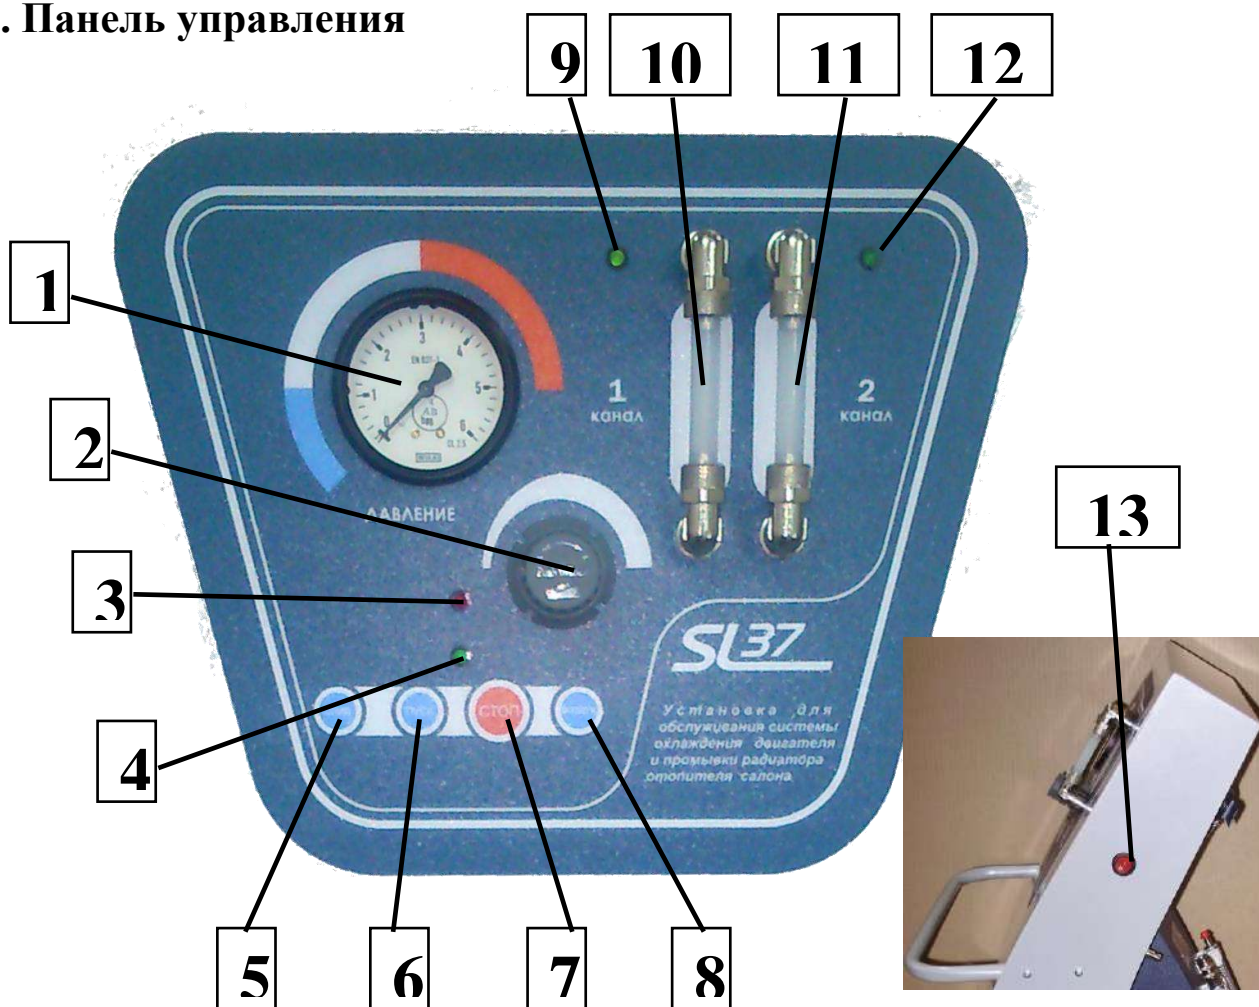
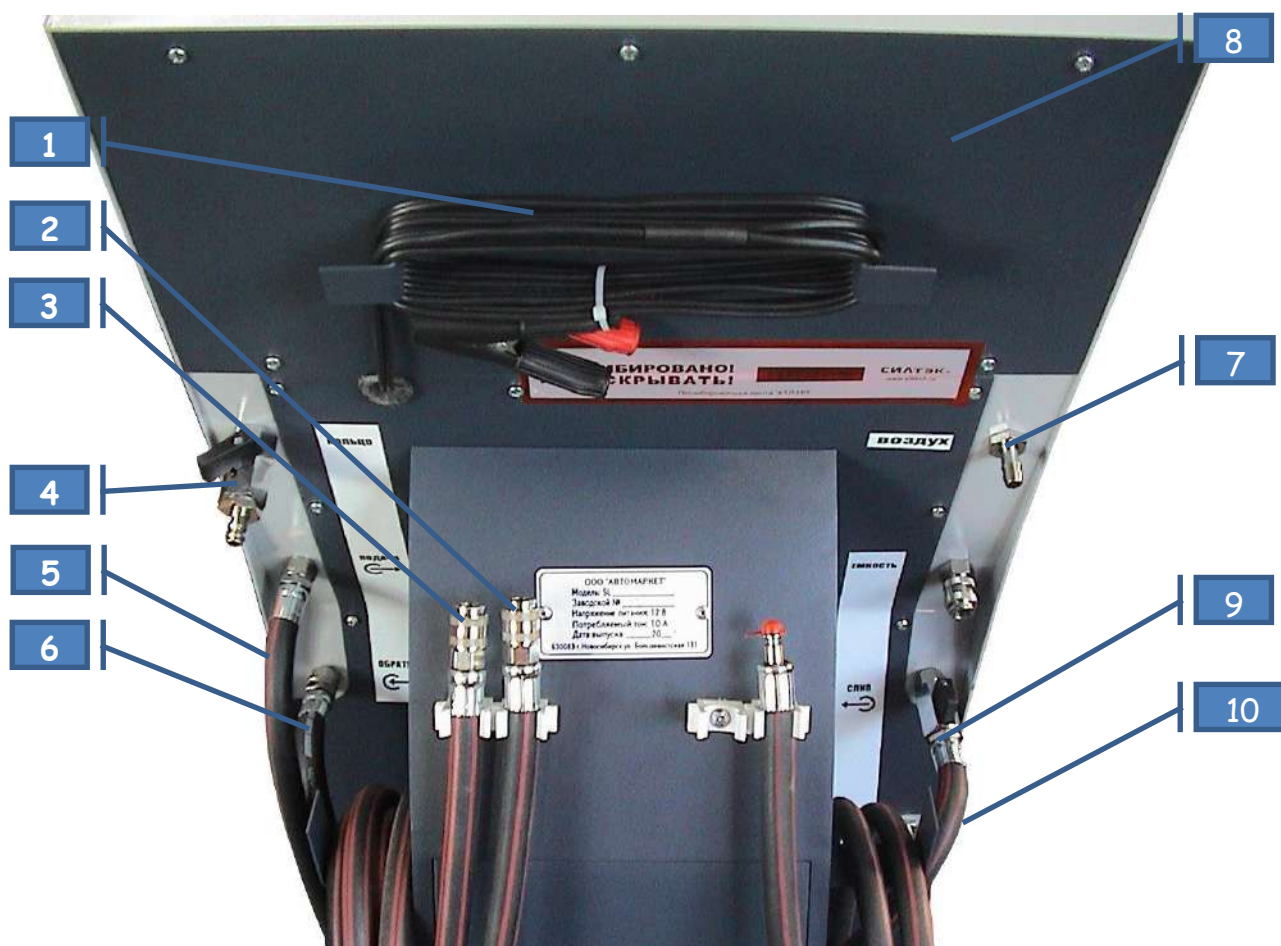

Рис. 2
Рис. 3
1. Подсоединить зажимы «крокодил» (п.1 рис. 3) кабеля питания установки к источнику питания: красный к положительной клемме - черный на «массу».
2. Включить тумблер питания (п.11 рис. 2). Загорится Светодиод канал 1 (п.1 рис. 2).
3. Заборный шланг с фильтром защелкнуть на БРС с надписью «Забор» (п.10 рис. 3).
6. Черный шланг с надписью «Подача» (п.5 рис.3) замкнуть на БРС «Кольцо» (п.4 рис.3). Открыть шаровой кран на штуцере «Кольцо». После процедуры подготовки кран необходимо закрыть.
7. Вставить Сливной шланг установки («Слив»), в свободную ёмкость объемом не менее 20 л, и повернуть вентиль (п.9 рис. 3) в положение «Открыто» (параллельно шлангу).
8. Нажать кнопку «Слив» (п.5 рис. 2), расположенную на лицевой панели и **удерживать ее**, пока из сливного шланга (п.9 рис. 3) не пойдет равномерная, без пузырьков воздуха струя жидкости, и давление на манометре не достигнет значения 0.5 bar и более.
- нажать и удерживать кнопку «Слив» (п.5 рис.2), пока уровень жидкости не опустится до пластин радиатора;
9. Подсоединить к адаптерам шланги от установки, «Подающий» шланг черный (с надписью «Подача» п.5 рис.3) к «двигателю», «Обратный» шланг прозрачный (с надписью «Обратка» п.6 рис.3) к «термостату».
1. Повернуть вентиль Сливного шланга (п.9 рис.3) в положение «Закрывать» (перпендикулярно крану).
2. Нажать кнопку «Пуск» (п.6 рис.2).
3. Набрать давление 1,1...1,8 Bar (на манометре п.1 рис.2).
4. Нажать кнопку «Стоп» (п.7 рис.2).
6. Медленно открыть сливной кран (п.9 рис.3) на установке и стравить давление в системе.